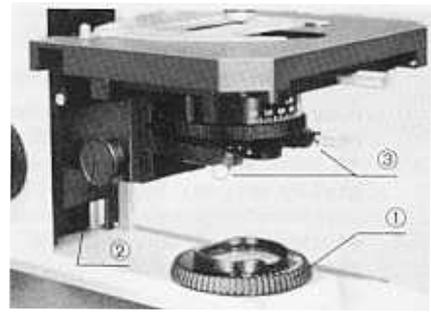

Abb. 14
- 1) Leuchtfeldblende mit Rändelring (1) in Pfeilrichtung schließen. (Abb.14)